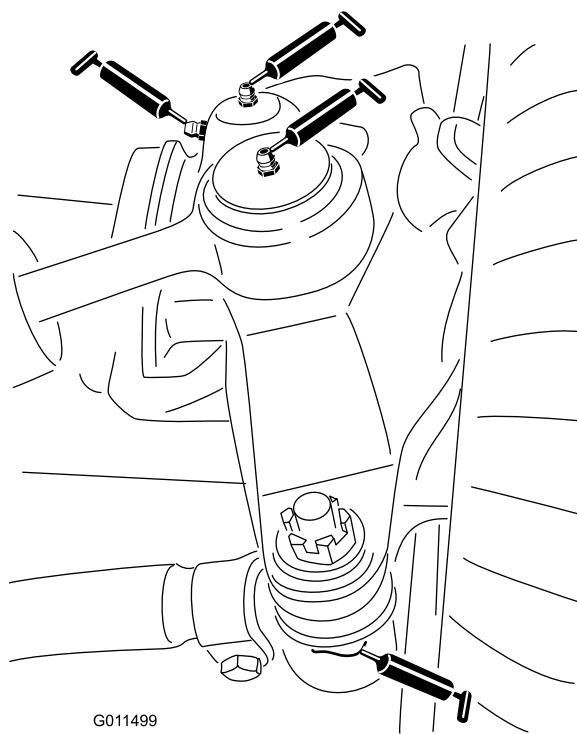

Figura 38
- 2 giunti a sfera del cilindro di sterzata (Figura 38)
- 2 giunti a sfera del tirante (Figura 38)
- 2 boccole del perno del fuso a snodo (Figura 38).